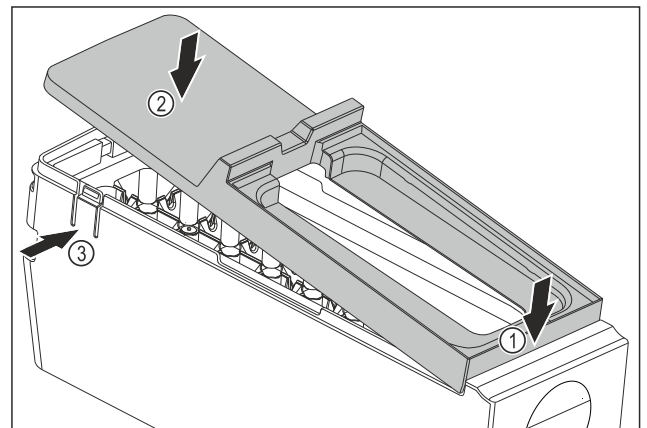

Fig. 133
- ▶ Monter dekselet til hoveddelen til EasyTwist-Ice: Fest dekselet foran. Fig. 133 (1)
- ▶ Senk dekselet bak. Fig. 133 (2)
- ▷ Dekselet går hørbart i inngrep i begge tappene Fig. 133 (3).